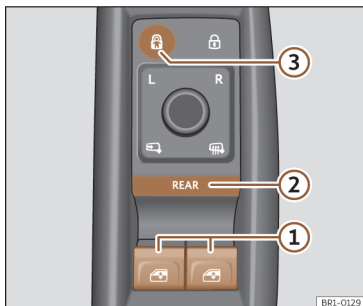

Fig. 81 Pormenor da porta do condutor: comandos das janelas.
- ① Botões dos vidros elétricos.
- ② Botão **REAR** para ativar a utilização dos vidros elétricos traseiros e a abertura e o fecho de conforto.
- ③ Botão para desativar os botões dos vidros elétricos situados nas portas traseiras e ativar o sistema de segurança elétrico para crianças das portas traseiras.
Por defeito, os vidros elétricos das portas dianteiras podem utilizar-se com os botões >>> **Fig. 81 ①**.
REAR Pressione brevemente o botão >>> **Fig. 81 ②** para ativar a utilização dos vidros elétricos das portas **traseiras**. Quando a utilização dos vidros elétricos das portas traseiras estiver ativada, acende-se a luz do botão.
Acione o botão >>> **Fig. 81 ③** para desativar os botões dos vidros elétricos situados nas portas traseiras. Quando estes botões estão desativados, a luz do botão **apaga-se**.